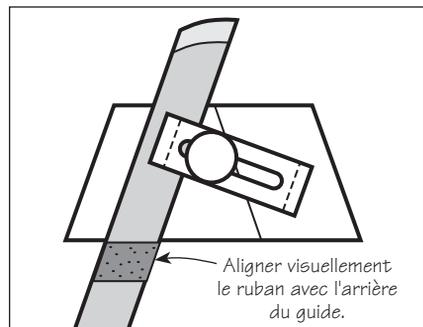

Figure 3 : Aligner visuellement le ruban avec l'arrière du guide.
5. Retourner la plane et aligner la marque avec la base du guide, puis resserrer. Voir la **figure 3**.